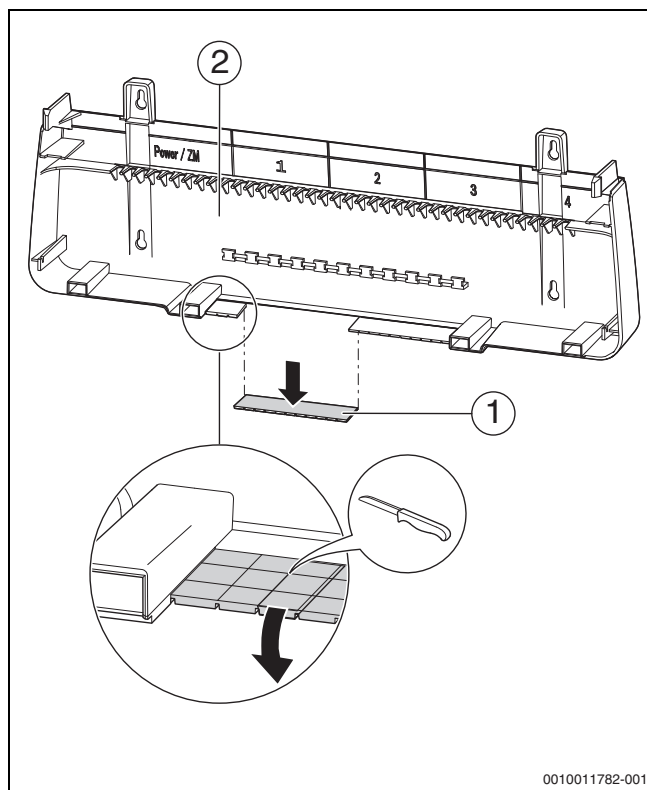

Fig. 34 Pregătirea trecerii cablului
- Rupeți piesele de rupere (→ fig. 34, [1], pagina 30) din peretele din spate al trecerii pentru cabluri.